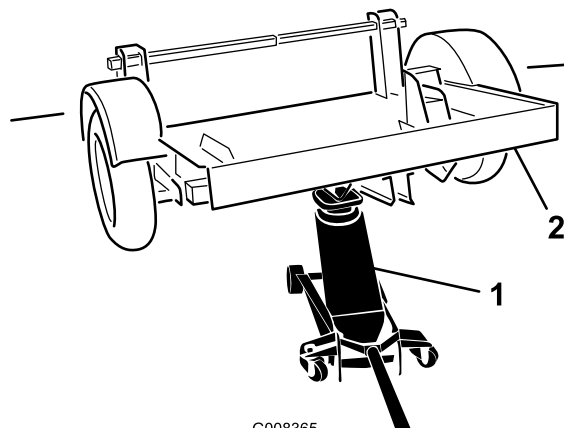

Figure 4
5. Utilisez un cric ou un pont élévateur pour soulever l'avant du plateau de la remorque afin de pouvoir monter la flèche d'attelage (Figure 4).